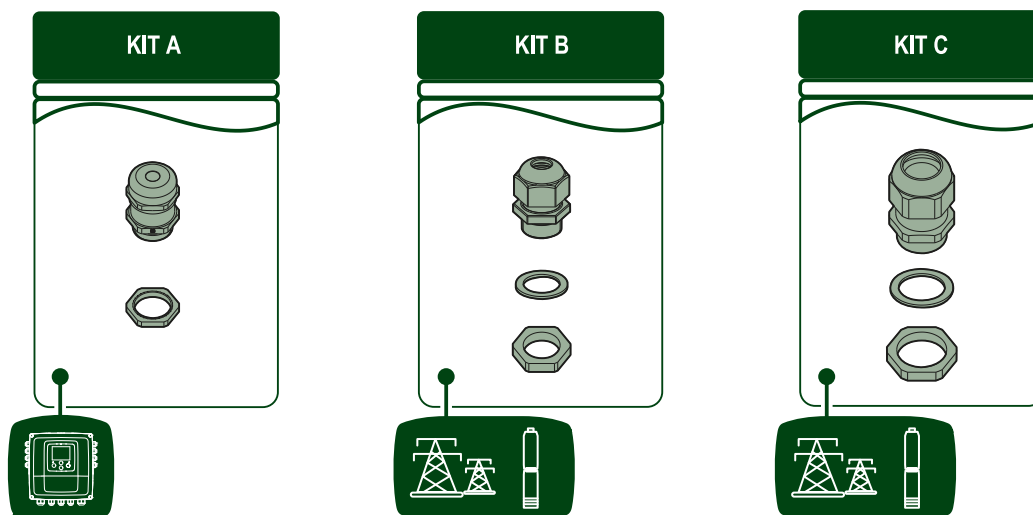

Рис. 3 Комплекты кабельных вводов
- **КОМПЛЕКТ А** предназначен специально для фиксации экранированных кабелей на участке между клеммами фильтра и инвертором (короткие сегменты). Должен обеспечиваться корректный обжим и непрерывность экрана. (См. Рис. 3).
- **КОМПЛЕКТЫ В и С** предназначены для подключения питающей сети (вход) или к электронасосу (выход) и выбираются в зависимости от сечения и наружного диаметра применяемого кабеля. (См. Рис. 3). **Комплект В** подходит для кабелей с наружным диаметром от 7 мм до 13 мм. **Комплект С** подходит для кабелей с наружным диаметром от 10 мм до 17 мм.